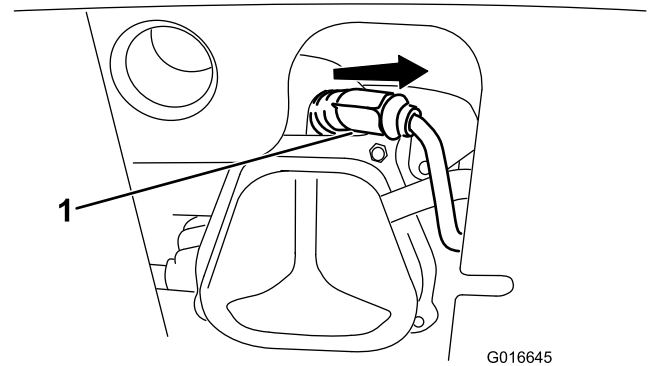

Figure 44
1. Enlevez le capuchon (**Figure 44**).